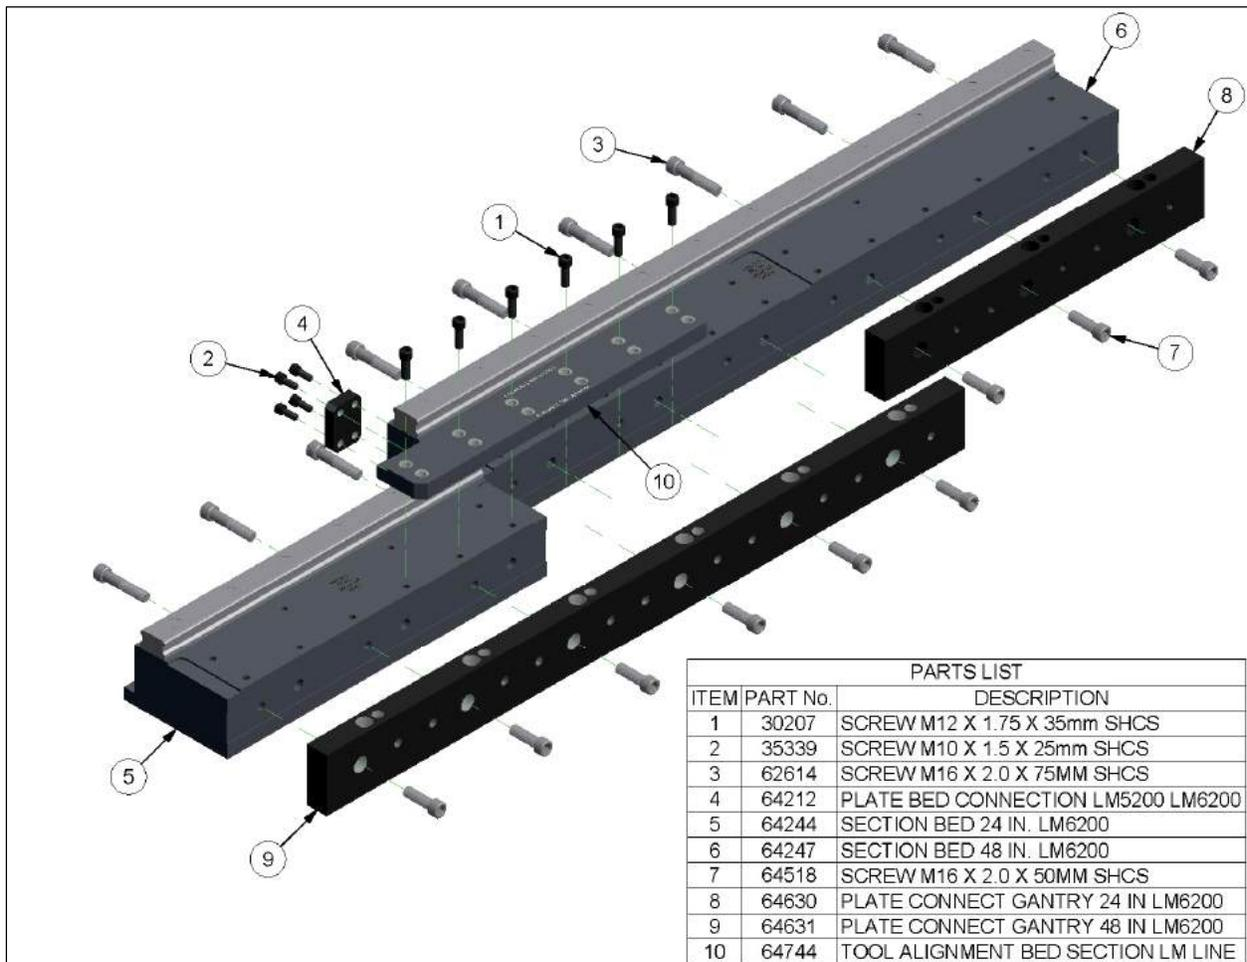

Abbildung 5
1. Positionieren Sie einen 24"-Ständerabschnitt, einen 48"-Ständerabschnitt, eine 48"-Gantry-Verbindungsplatte und eine 24"-Gantry-Verbindungsplatte wie in Abbildung 5 dargestellt.
5. Ein Ständerausrichtwerkzeug (Pos. 10) wie in Abbildung 5 gezeigt auf den Abschnitten positionieren und die Befestigungselemente mit 88 Nm (65 ft-lb) anziehen.
7. Eine Ständerverbindungsplatte (Pos. 4) wie in Abbildung 5 dargestellt montieren und die Befestigungselemente mit 54 Nm (40 ft-lbs) anziehen.